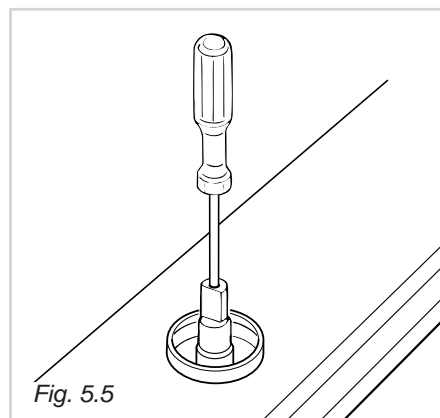

Fig. 5.5
**Voor kranen met een stelschroef binnenin de staaf (afb. 5.5):**